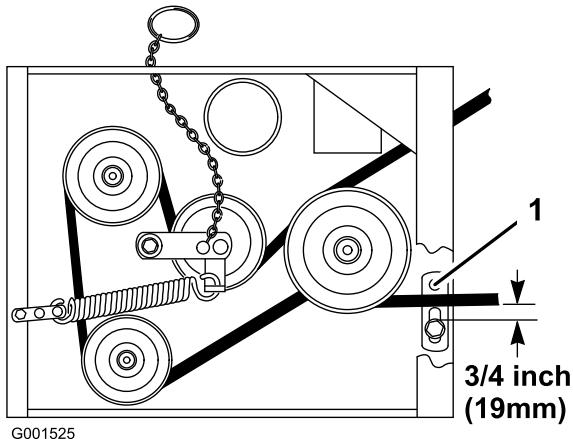

Figura 56
8. Compruebe que la guía de la correa, situada debajo del bastidor del motor, está ajustada correctamente (Figura 56).
- Nota:** La distancia entre la guía de la correa y la correa del cortacésped debe ser de 19 mm (3/4 pulg.) cuando la correa del cortacésped está engranada (Figura 56). Ajuste la correa del cortacésped si es necesario. La correa no debe rozar ni salirse de la polea si las guías y la tensión de la correa están correctamente ajustadas.